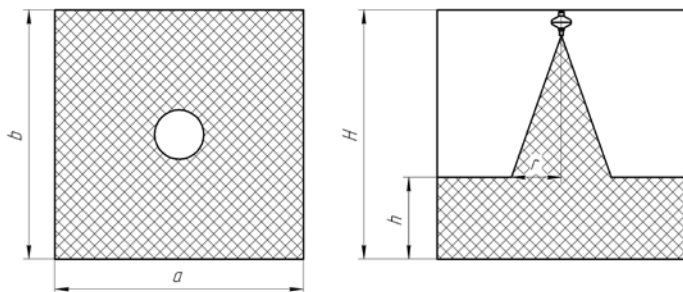

Рис.1
1.4. МПП могут применяться для тушения пожара на всей защищаемой площади локального тушения, на части площади или объема, или тушения всего защищаемого объема. При этом расчет количества и расположение модулей производится в соответствии с конфигурацией распыла (рис. 1, таблица 2).
2.2 Огнетушащая способность и конфигурации распыла порошка МПП «Ураган-24М-ВС» в защищаемой зоне при тушении очагов пожара классов «А» и «В» на закрытой площадке приведена на рис. 1 и таблице 2.